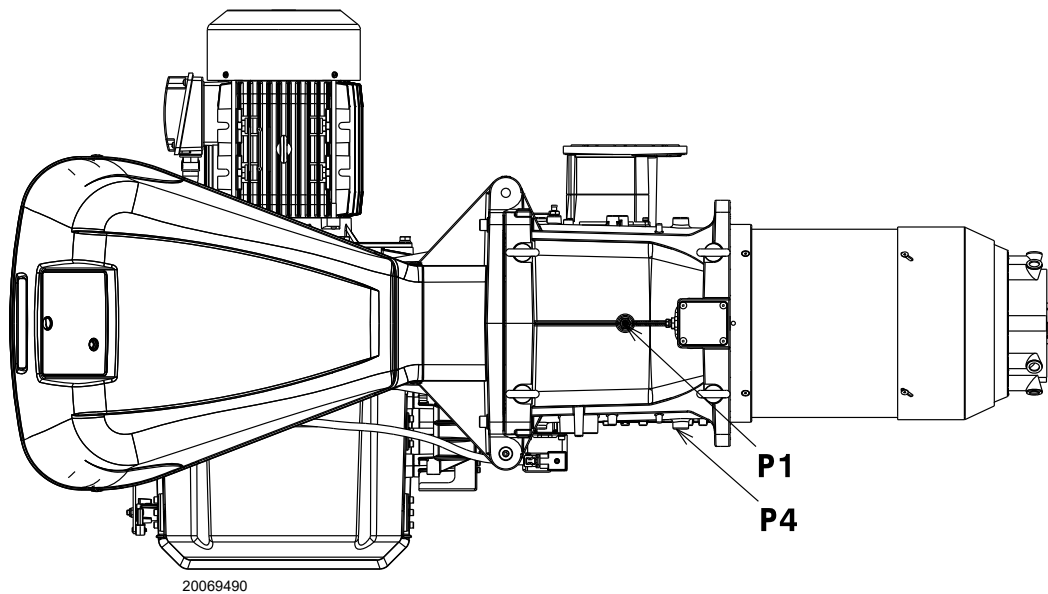

Fig. 23
Pression gaz mesurée à la prise P1)(Fig. 23), avec:
- Soustraire de la pression du gaz à la prise P1) (Fig. 23) la pression de la chambre de combustion.
Pression de gaz à la prise P1) (Fig. 23)=58,1 mbar
Pour connaître la pression de gaz nécessaire sur la prise P1)(Fig. 23), une fois établie la puissance MAX. à laquelle on veut faire fonctionner le brûleur:
- Lire sur la droite, colonne 1, la pression à la prise P1) (Fig. 23).
Pression nécessaire à la prise P1) (Fig. 23).